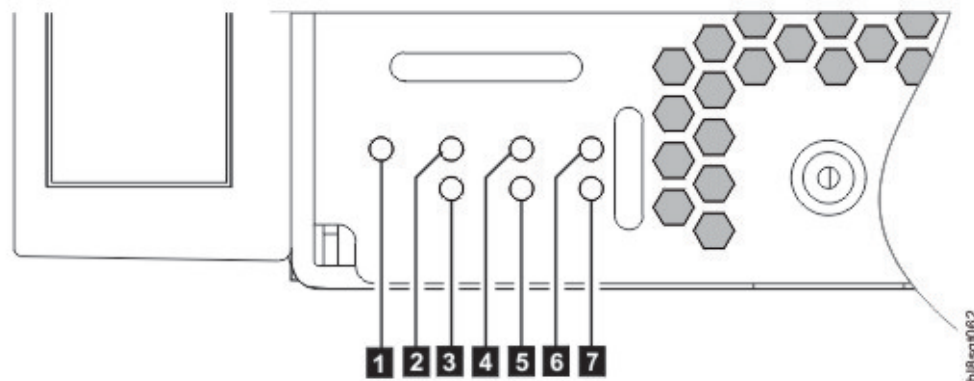

Figura 12. Panel frontal – esquina inferior izquierda (vista parcial)
El panel frontal del alojamiento proporciona acceso a los siete (7) LED principales del sistema del alojamiento, situados en la esquina inferior izquierda. Consulte también la Figura 12 en la página 16. El panel frontal también proporciona acceso a los tiradores de extracción del alojamiento izquierdo y derecho utilizados para deslizar el alojamiento hacia adelante para realizar tareas de servicio en el bastidor.